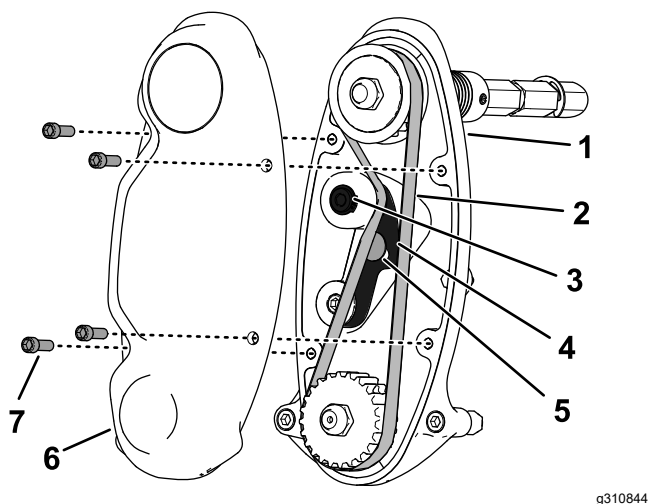

Figura 17
1. Îndepărtați capacele curelei pentru a expune curea (Figura 17).
2. Slăbiți șurubul brațului de ghidare și rotiți brațul de ghidare (Figura 17) pentru a elibera tensiunea de pe curea.
3. Îndepărtați cureaua (Figura 17).
6. Montați cureaua și tensionați cureaua prin aplicarea a 6 – 7 N·m la nivelul capului hexagonal intern al brațului de ghidare indicat în Figura 17.